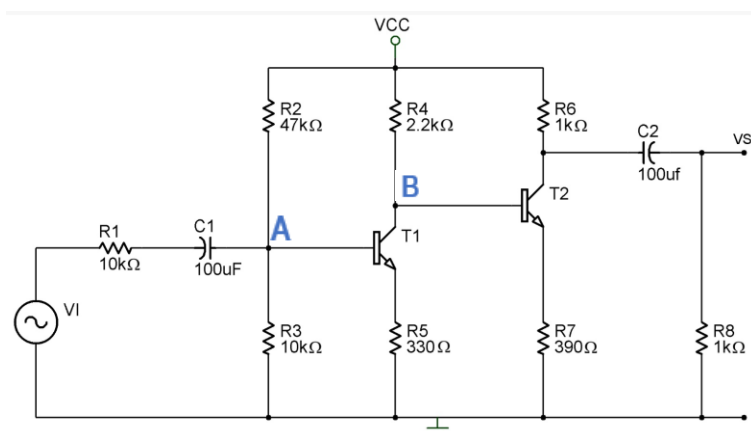

Figura 3.2
2. Desarrollar el análisis teórico de la Figura 3.2, mismo que deberá ser entregado al profesor del laboratorio al inicio de éste.
3. Realizar la simulación del circuito de la Figura 3.2.
- Arme el circuito de la figura 3.2. Con el generador de funciones (V_i) apagado y la fuente de voltaje ajustada a 15 V, mida con un multímetro las condiciones de operación en CD y anote los valores que se indican en la Tabla 3.1.
- Arme nuevamente el circuito de la figura 3.2, colocando el capacitor $C2$ y la resistencia $R8$ en la terminal del emisor del transistor $Q2$.
3. ¿Qué efecto se tendría en el amplificador de la Figura 3.2 si existiera un capacitor de desvío en el transistor T_1 ? Justifique su respuesta.